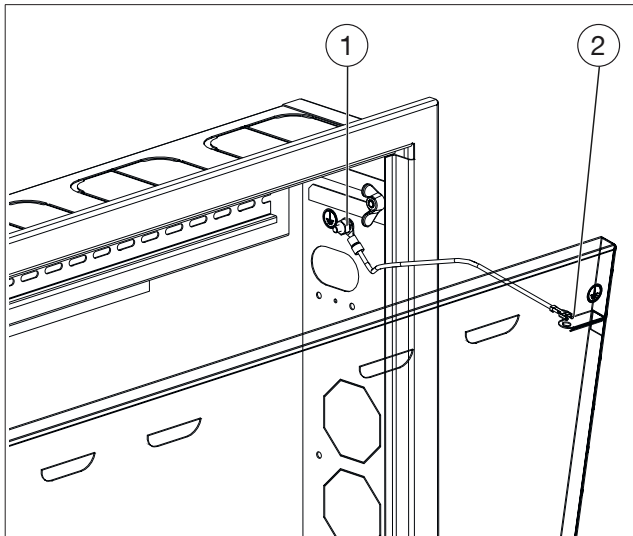

Abb. 9: Erdung der Tür
1. Verbinden Sie den zentralen Erdungspunkt (siehe Abb. 9 auf Seite 10 (1)) über ein Kabel mit der Potentialausgleichsschiene des Gebäudes.
Der zentrale Erdungspunkt befindet sich an der rechten Seitenwand des Unterputzschrankes (siehe Abb. 9 auf Seite 10).
2. Verbinden Sie ebenfalls den Erdungspunkt der Tür (siehe Abb. 9 auf Seite 10 (2)) mit dem zentralen Erdungspunkt (1).